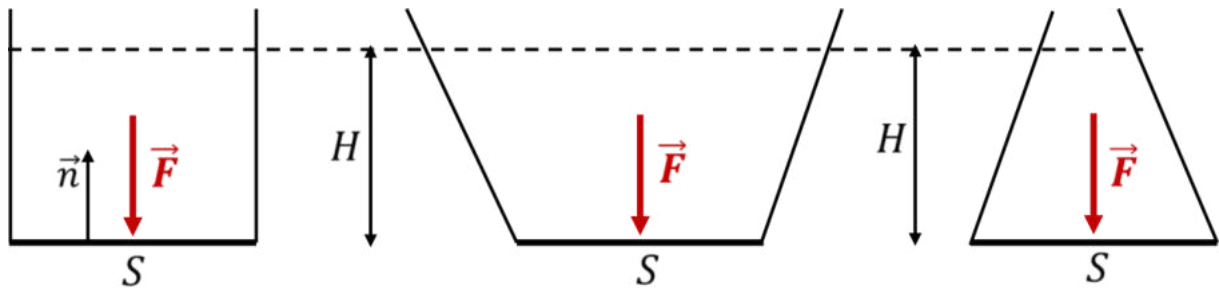

Fig. 7.4
**Remarque :** cette force de pression est indépendante de la forme géométrique du vase. Quelle que soit la forme des vases (voir Fig. 7.4), s'ils sont rempli d'un liquide de même nature à la même hauteur  $H$  et s'ils ont un fond de même surface  $S$ , ce fond subie donc la même force de pression, alors que les vases ne contiennent pas la même quantité du liquide.